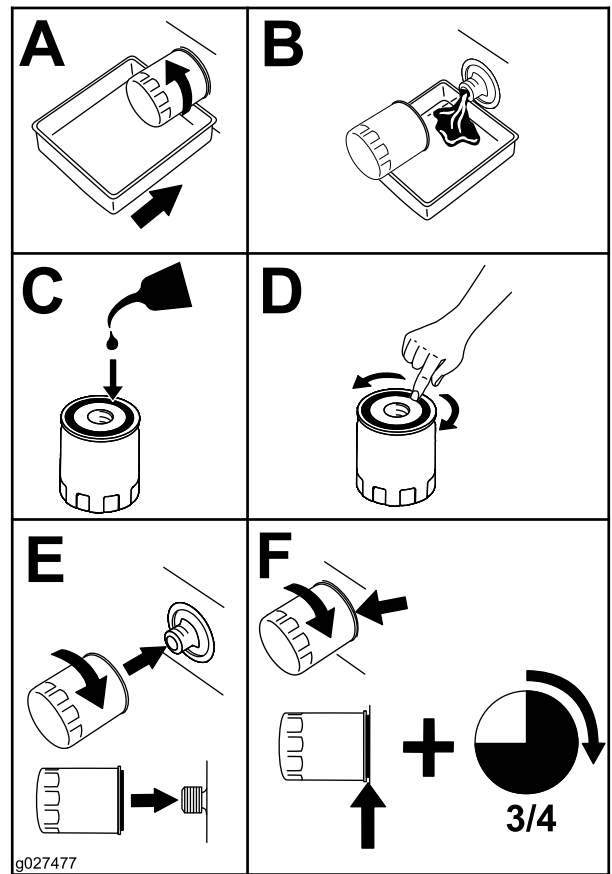

Figura 43
5. Înlocuieți filtrul de ulei de motor (Figura 43).